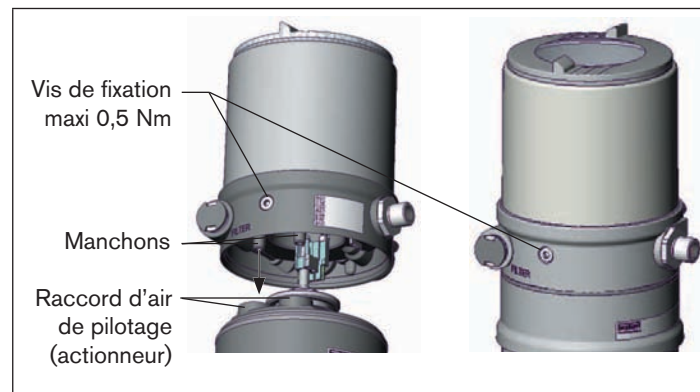

Fig. 11 : Monter l'unité de commande
2. que les manchons de l'unité de commande entrent dans les raccords d'air de l'actionneur (voir « Fig. 11 »).